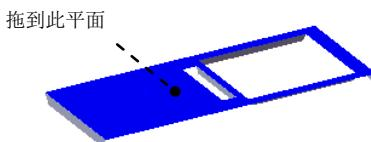

图 17.8.42 定义成形工具放置面
- (1) 单击任务窗格中的“设计库”按钮 设计库 ，打开“设计库”对话框。
- (2) 单击“设计库”对话框中的 ch17 节点，在设计库下部的列表框中选择“case_shaped_tool_03”文件并拖动到图 17.8.42 所示的平面，在系统弹出的“成形工具特征”对话框中单击 \checkmark 按钮。